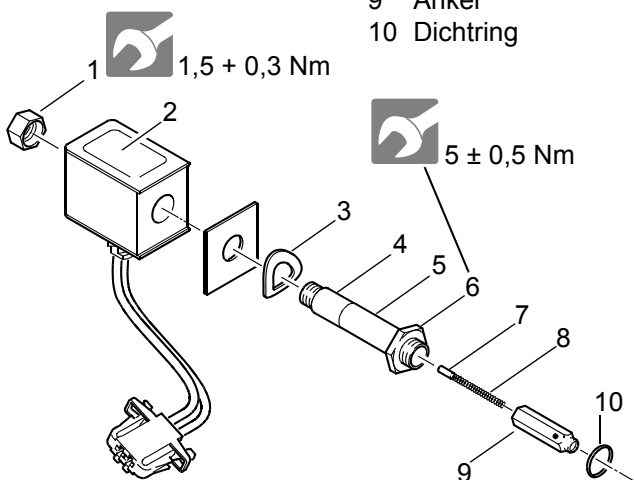

Abb. 807 Magnetventil
4. Stecker des Magnetventils (6) am Steuergerät (14) abstecken.
5. Sechskant SW 16 (6, Abb. 807) des Magnetventils (6, Abb. 806) mit einem geeigneten Werkzeug von der Brennstoffpumpe (9) lösen und Magnetventil (6) abschrauben.
1. Dichtring (10, Abb. 807) zur Brennstoffpumpe ist zu erneuern. Auf richtige Einbaulage von Anker, Feder und Stößel achten (siehe Abb. 807).
3. Den Sechskant SW 16 (6, Abb. 807) des Magnetventils mit einem geeigneten Werkzeug anziehen.
Wurde die Mutter SW 12 (1, Abb. 807) gelöst, so ist sie mit dem erforderlichen Drehmoment festzuziehen und anschließend mit Schraubensicherungslack zu sichern.